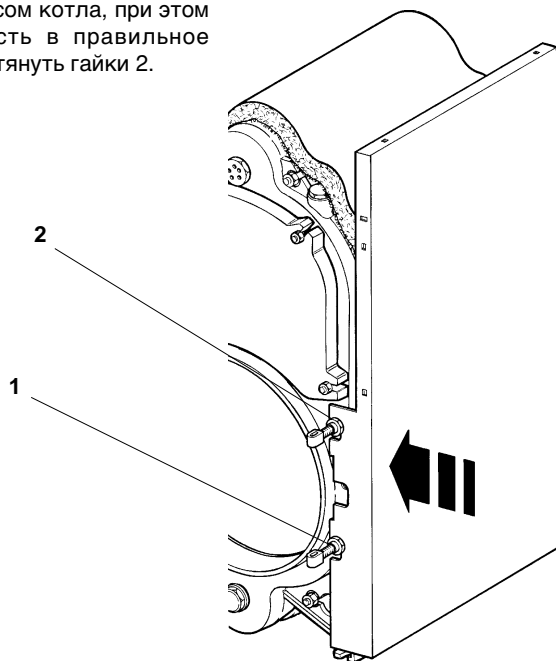

Рис. 11
4.07 (Рис. 11) Вставить правую боковину в сборе между стяжками 1 и корпусом котла, при этом проушины должны попасть в правильное положение. После этого затянуть гайки 2.